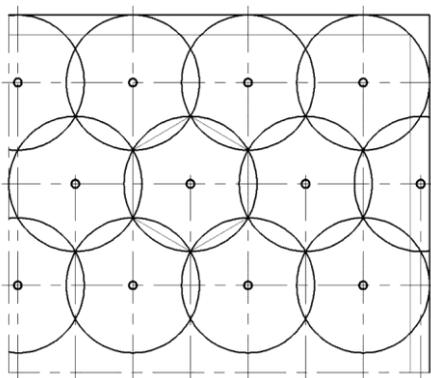

Рис. 3. Шахматный способ расстановки модулей
** При использовании конфигурации защищаемой площади круглой формы, которая представляет собой фигуру, описанную вокруг квадратов, представленных в табл.3, использовать шахматный порядок расстановки модулей (рис. 3).